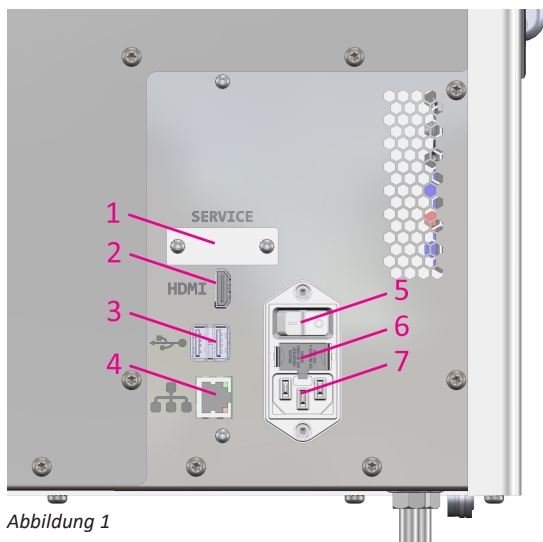
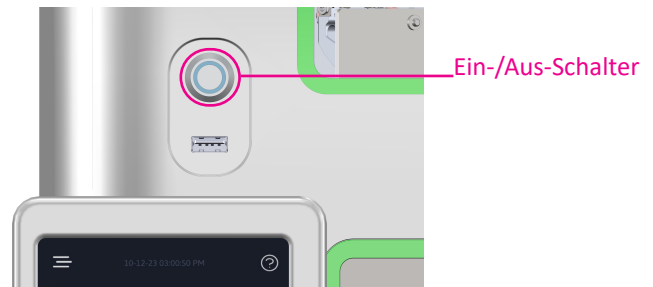

Abbildung 1
Abbildung 4
- Um das Gerät einzuschalten, stellen Sie den Wechselstromschalter auf der Rückseite des Geräts auf EIN („E“) (Abbildung 1). Drücken Sie die leuchtende Einschalttaste (Abbildung 4), die sich über dem Touchscreen auf der Vorderseite des Geräts befindet. Das Gerät gibt einen hörbaren Piepton von sich. Danach wird das Betriebssystem hochgefahren. Das Gerät kann während dieser Zeit nicht verwendet werden. Das Hochfahren dauert etwa 1 Minute. Das Gerät akzeptiert keine Proben, bis die Temperatur der Messkomponenten sich erwärmt und stabilisiert hat; der Touchscreen zeigt an, wann das Analysegerät bereit zur Verwendung ist.